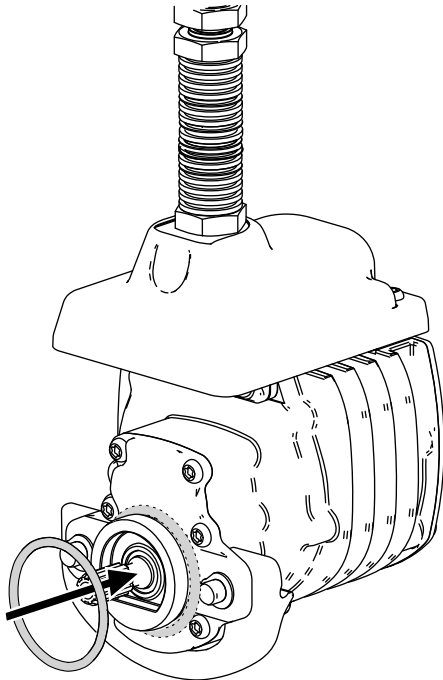

Figura 7
3. Instale una junta tórica en cada motor del molinete, tal y como se muestra en la Figura 7.